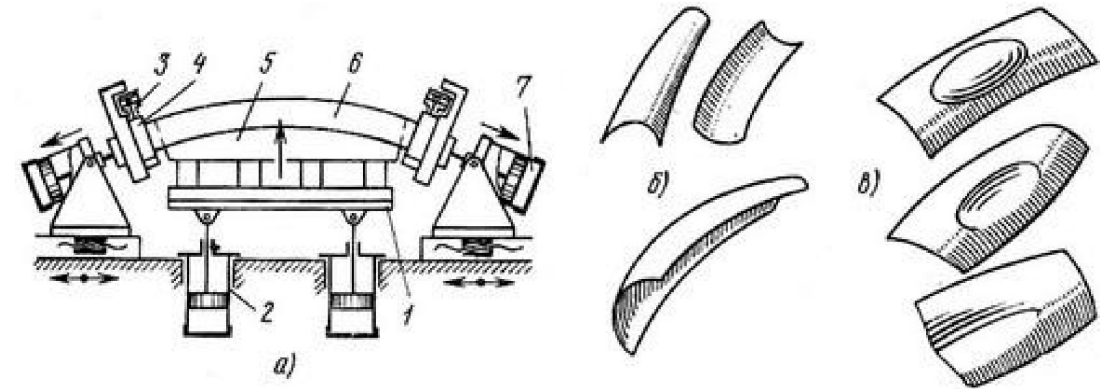
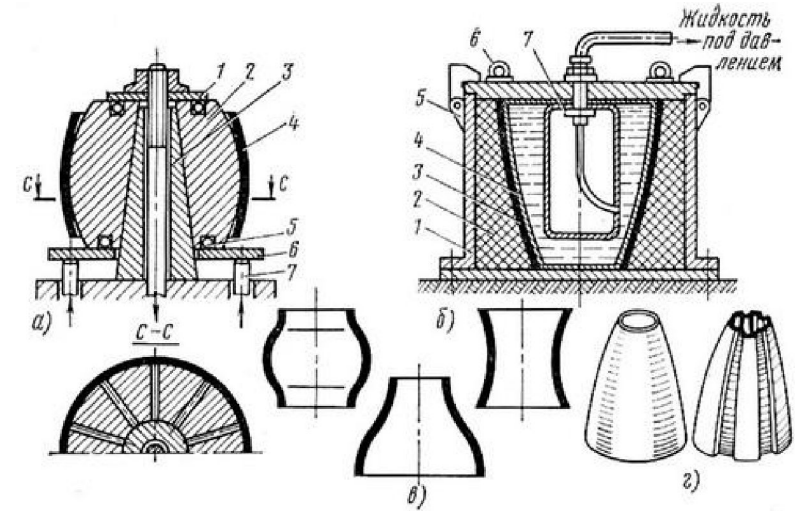

Рис. 2. Обтяжка с продольным растяжением
Рис. 3. Кольцевая обтяжка:
- Процесс характеризуется меньшим отходом материала, меньшим пружинением и широко применяется при изготовлении из листовых заготовок с размерами до 2000 × 7000 мм обшивок незамкнутой формы (рис. 2, б), имеющих небольшую продольную кривизну.
Протекает аналогично процессу поперечной обтяжки. Предварительно согнутый из листа и сваренный в месте стыка полуфабрикат под действием усилий, создаваемых изнутри с помощью секций разжимного пуансона (рис. 2, *а*) или жидкостной среды (рис. 3, *б*), принимает форму пуансона или матрицы вследствие растяжения его поперечных сечений в тангенциальном направлении.